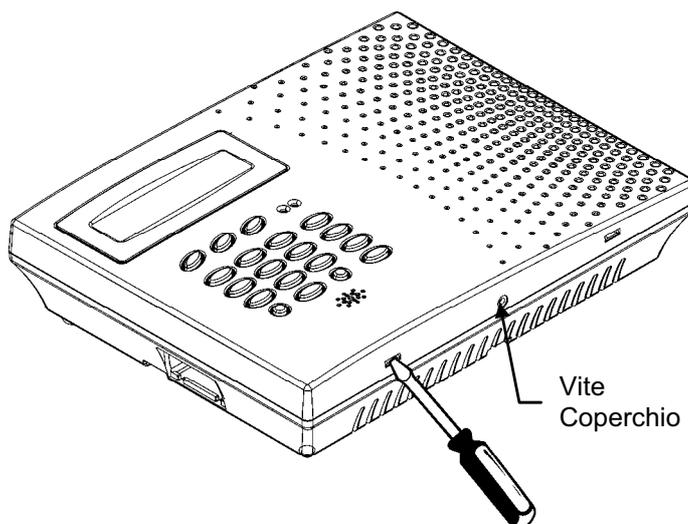

Figura 2.4: Apertura del Coperchio
2. Per mezzo di un cacciavite premere con attenzione le linguette di rilascio come in Figura 2.4.